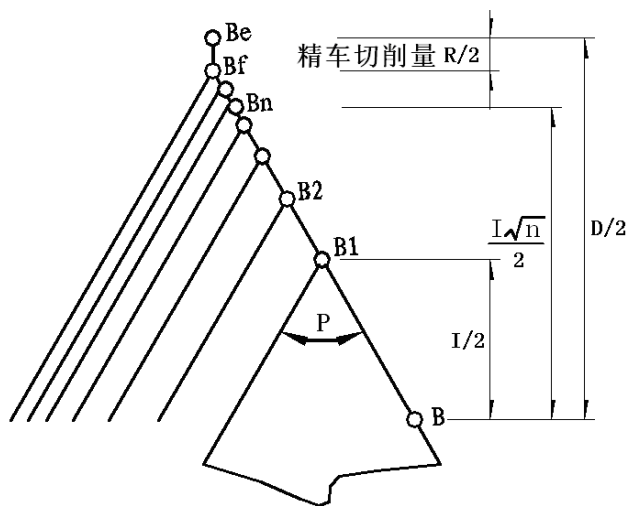

图 4-44
切入方法的详细情况见图 4-44:
- 1) 用 G76 螺纹循环切削指令组，可以通过多次螺纹粗车、螺纹精车完成规定牙高（总切深）的螺纹加工，如果指令①定义的螺纹角度不为 0° ，螺纹粗车的切入点由螺纹牙顶逐步移至螺纹牙底，使得相邻两牙螺纹的夹角为规定的螺纹角度。
- 4) 如果 G76 指令①定义的螺纹角度不为 0° 时，G76 指令②与 G92 不一样的是：G76 指令②的每一次螺纹循环从起点到切入点过程中，X 轴和 Z 轴先同时移动，螺纹轴到达切入点，然后非螺纹轴单轴移动到切入点；其它切削轨迹与 G92 一样，具体见图 4-44。